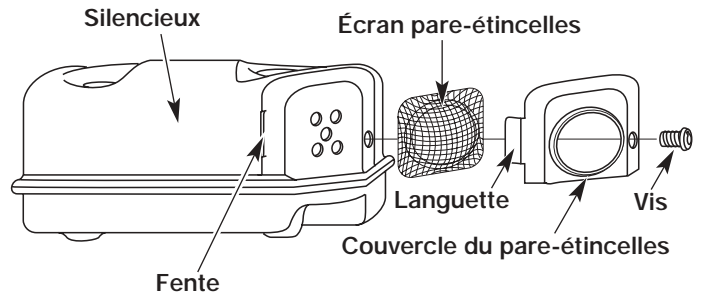

Fig. 34
2. Retirez la vis retenant le couvercle du pare-étincelles au silencieux à l'aide d'un tournevis à lame plate ou à mèche no. T20 Torx (Fig. 34).